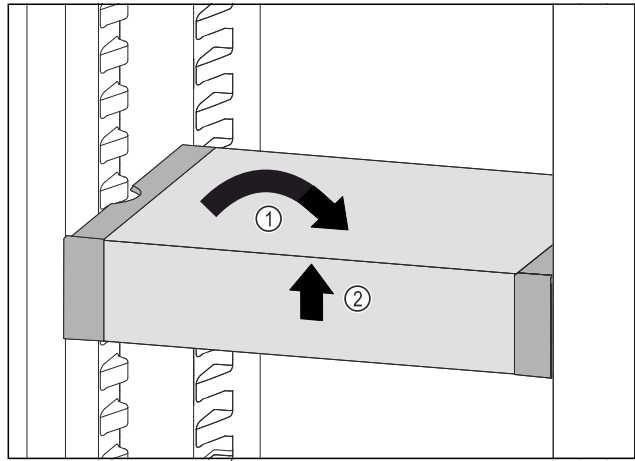

Fig. 115
- ▶ Remettre le VarioSafe droit. *Fig. 115 (1)*
- ▶ Soulever la partie avant du VarioSafe. *Fig. 115 (2)*